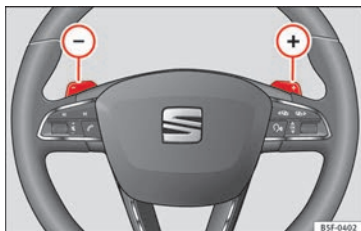

Fig. 193 Volante: palancas para cambio automático.
- Pulse la leva de cambio  para insertar una marcha superior **»» fig. 193.**